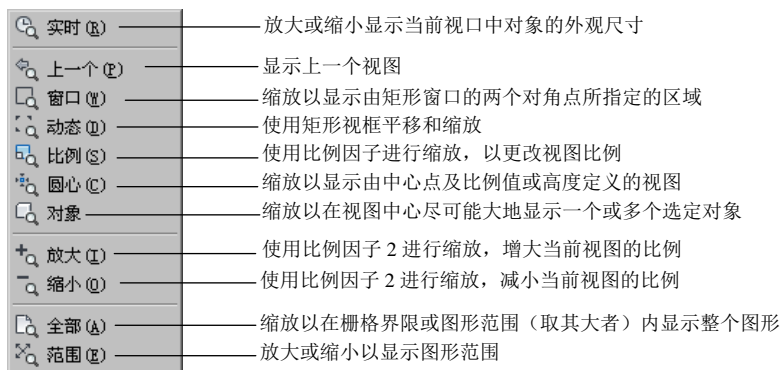

图 1.8.1 “缩放”子菜单
通过在命令行输入命令 ZOOM，或者选择下拉菜单 **视图(V)** → **缩放(Z)** 命令中的相应子命令（图 1.8.1 是视图缩放的菜单命令），均可以方便地缩放视图。下面将介绍如何使用 ZOOM 命令进行图形的缩放。
该选项通过给出一个窗口来缩放视图，它与图 1.8.1 中的 **窗口(W)** 命令是等效的。
该选项通过输入一个比例因子来缩放视图，它与图 1.8.1 中的 **比例(S)** 命令是等效的。
该选项与图 1.8.1 中的 全部(A) 命令是等效的。
该选项通过重设图形的显示中心和缩放倍数，使得在改变视图缩放的比例后，位于显示中心的部分仍保留在中心位置，它与图 1.8.1 中的 中心(C) 命令是等效的。
该选项可动态地缩放图形，它与图 1.8.1 中的 **动态(D)** 命令是等效的。
在命令行提示下输入字母 E 并按 Enter 键，可以在屏幕上尽可能大地显示所有图形对象，它与**全部(A)**选项不同的是，这种缩放方式以图形的范围为显示界限，而不考虑由 LIMITS 命令设置的图形界限。**范围(E)**选项与图 1.8.1 中的 **范围(E)** 命令是等效的。
在命令行提示下输入字母 P 并按 Enter 键后，系统将恢复上一次显示的图形视图，如图 1.8.6 所示。该选项与图 1.8.1 中的 **上一个(P)** 命令是等效的。
在命令行提示下输入字母 O 并按 Enter 键后, 将尽可能大地显示一个或多个选定的对象, 并使其位于绘图区的中心。该选项与图 1.8.1 中的  对象 命令是等效的。